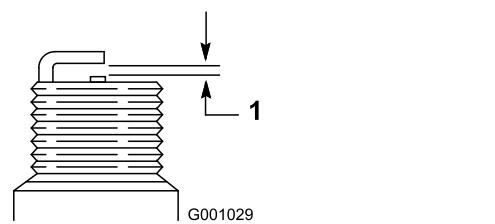

Bild 37
4. Stellen Sie den Abstand der Elektroden an der neuen Zündkerze auf 0,76 mm ein, wie in Bild 37 abgebildet.